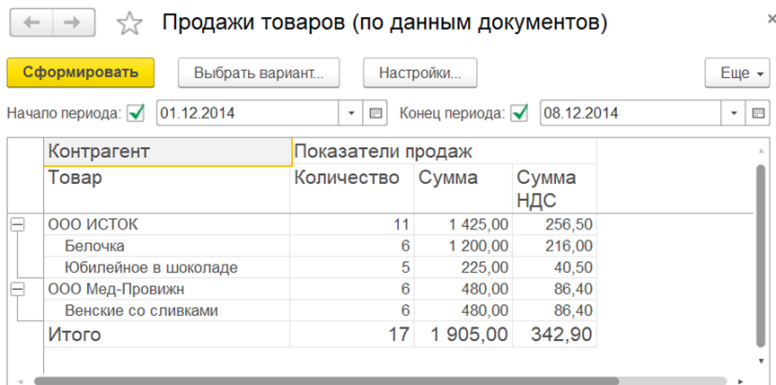

Рис. 96 – Форма отчета Продажи товаров
6. Создайте отчет с именем ПродажиТоваров. В п.4 содержания работы для получения данных о продажах были использованы табличные части документов. Реализуйте задание более корректным способом (на основе виртуальной таблицы соответствующего регистра накопления). Форма отчета аналогична рис. 96.